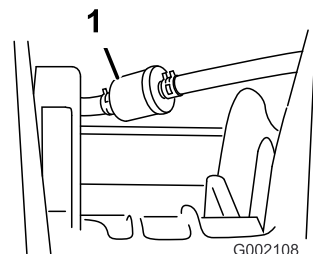

Bild 40
5. Entfernen Sie die Klemmen, mit denen der Kraftstofffilter an den -leitungen befestigt ist (Bild 40).